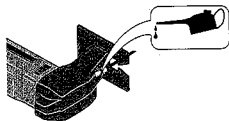

Fig. 4
1. Kolben regelmäßig, nach ca. 30 Minuten Laufzeit mit einigen Tropfen Motoröl versehen (Fig. 4).
1. Regularly lubricate reciprocating plunger with several drops of engine oil, after approx. 30 min. running time (Fig. 4).